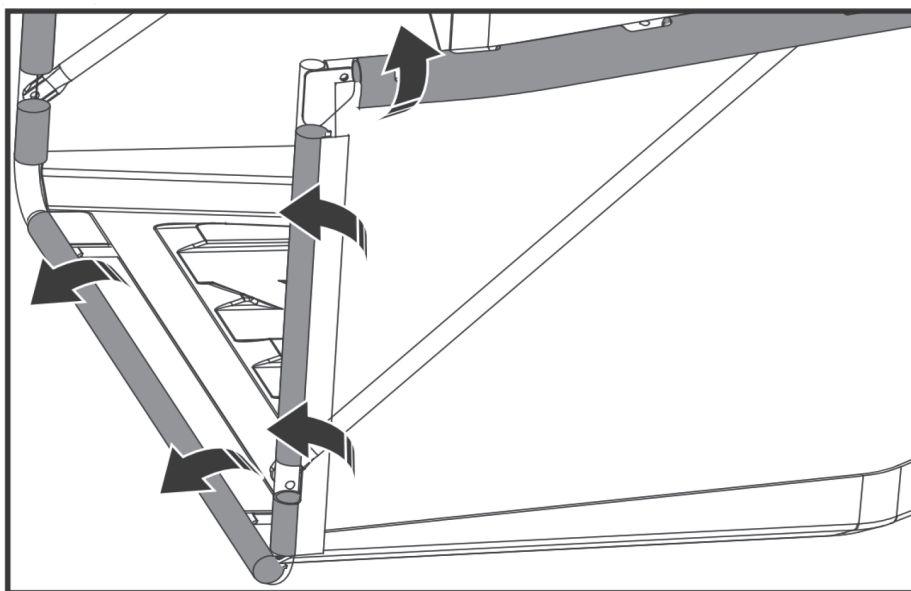

Рис. 16
•Прикрепите резиновые трубчатые элементы крепления мешка травосборника на каркас (Рис. 16).